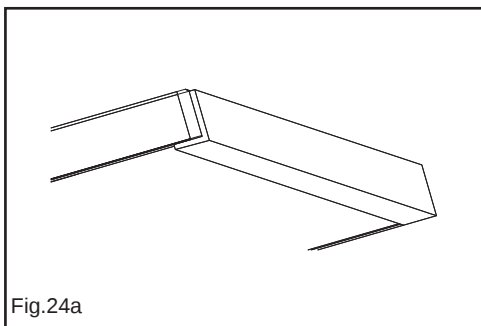

Fig.24a
- Pegar la cinta protectora unida al tapón de vidrio (Fig.24a) .